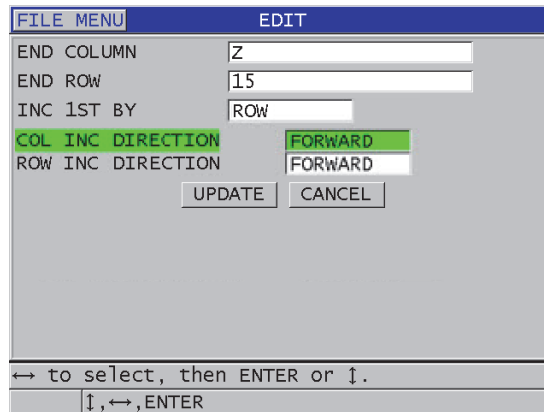

Abbildung 11-19 Fenster zum Ändern der Matrix
4. Wählen Sie für Dateien mit Matrix erst **WEITER**, verfahren Sie dann auf der zweiten Seite des Fensters **BEARBEITEN** wie folgt (siehe Abbildung 11-19 auf Seite 218):